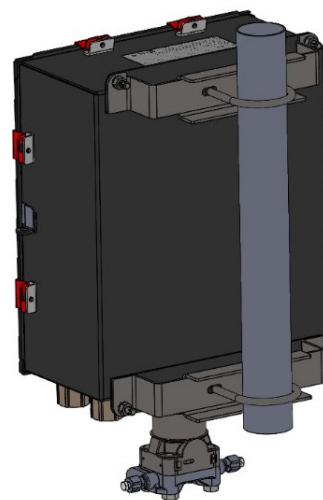

Figura 7. FB2200 (custodia in alluminio) su palina
2. L'FB2200 può essere montato su palina da due pollici (vedere *Figura 7*), su parete o pannello mediante i quattro fori nella custodia e accessori appropriati.